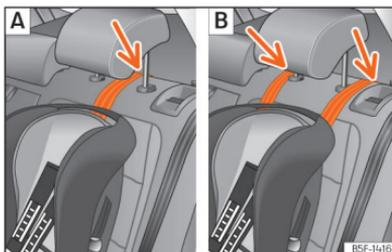
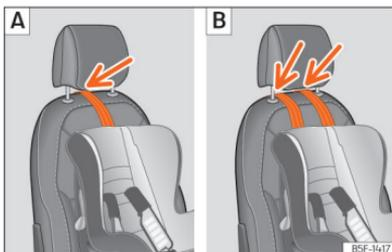

Fig. 44 Bancos traseiros: ajuste e montagem em função do cinto Top Tether.
Fig. 45 Banco do passageiro: ajuste e montagem em função do cinto Top Tether.
- Coloque a correia por baixo do encosto de cabeça (em função das instruções da própria cadeira, levante ou retire o encosto de cabeça se for necessário) »» Fig. 44 , »» Fig. 45.